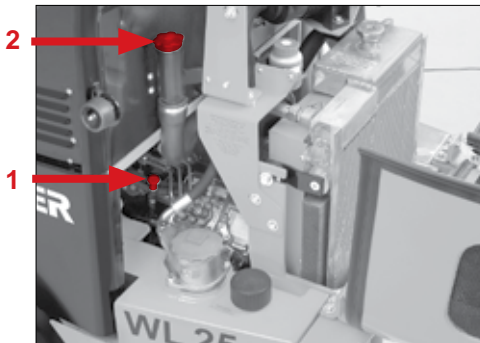

Fig. 70
Contrôler le niveau d'huile (Fig. 70, pos. 1) selon le plan de maintenance et vérifier qu'il se situe entre les repères « Minimum » et « Maximum ».
Quand le niveau d'huile se situe au repère « Minimum » ou en dessous, remettre de l'huile appropriée avant la mise en service de la machine (Fig. 70, pos. 2).
6. Retirer la jauge d'huile (côté gauche du moteur : pos. 1, Fig. 70).
1. Ouvrir la tubulure de remplissage d'huile pos. 2 (Fig. 70).
5. Fermer la tubulure de remplissage d'huile pos. 2 (Fig. 70).
3. Ouvrir la tubulure de remplissage d'huile pos. 2 (Fig. 70).
7. Fermer la tubulure de remplissage d'huile pos. 2 (Fig. 70).